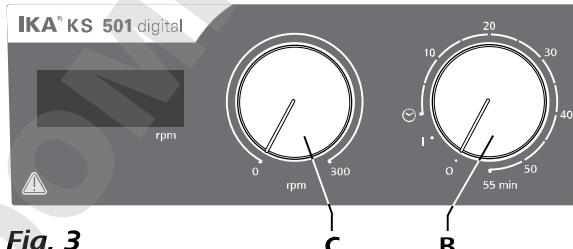

Fig. 3
- ⇒ Lai ieslēgtu ierīci, pagrieziet grozāmo pogu "**Ieslēgt/izslēgt**" un "**Taimeris**" (**B**, skatiet Fig. 3) pulksteņa rādītāja virzienā pozīcijā "1".
- ⇒ Iestatiet motora apgriezienu skaitu, izmantojot regulatora pogu "**Apgriezienu skaits**" (**C**, skatiet Fig. 3). Ierīcei **KS 501 digital** un **HS 501 digital** motora apgriezienu skaitu var iestatīt no 0 līdz 300 rpm.